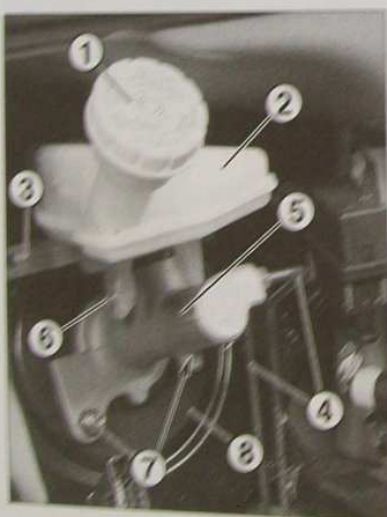

FIG. 10
- le bouchon (1) de réservoir de compensation (2) (Fig.10).
- À l'aide d'une seringue, vider le liquide de frein contenu dans le réservoir de compensation (2).